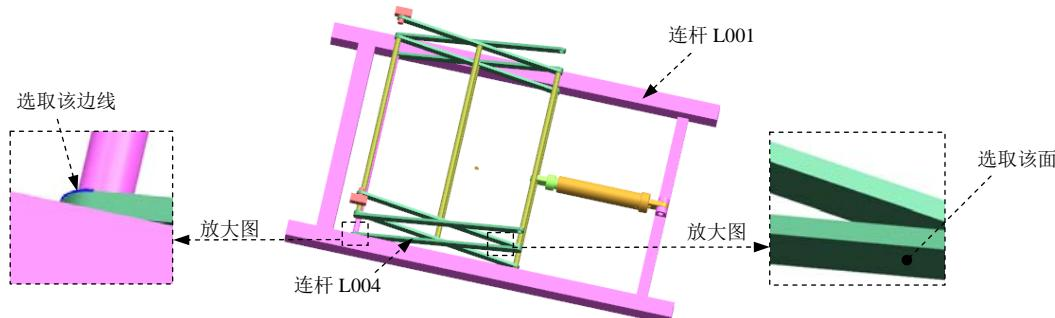

图 10.5.12 定义旋转副（三）
(1) 选择连杆。在运动导航器中将连杆 L001 取消隐藏，然后选取图 10.5.12 所示的连杆 L004。
(2) 定义原点及矢量。在“运动副”对话框**操作**区域的 **指定原点**下拉列表中选取“圆弧中心”选项，在模型中选取图 10.5.12 所示的圆弧为定位原点参照；选取图 10.5.12 所示的面作为矢量参考面。
(3) 添加啮合连杆。在“运动副”对话框的基本区域中选中  **啮合连杆** 复选框，单击 **选择连杆 (0)**，选取图 10.5.12 所示的连杆 L001。
(4) 定义啮合连杆原点及矢量。在“运动副”对话框基本区域的 **指定原点**下拉列表中选
取“圆弧中心”选项，在模型中选取图 10.5.12 所示的圆弧为定位原点参照；选取图 10.5.12 所示的面作为矢量参考面。